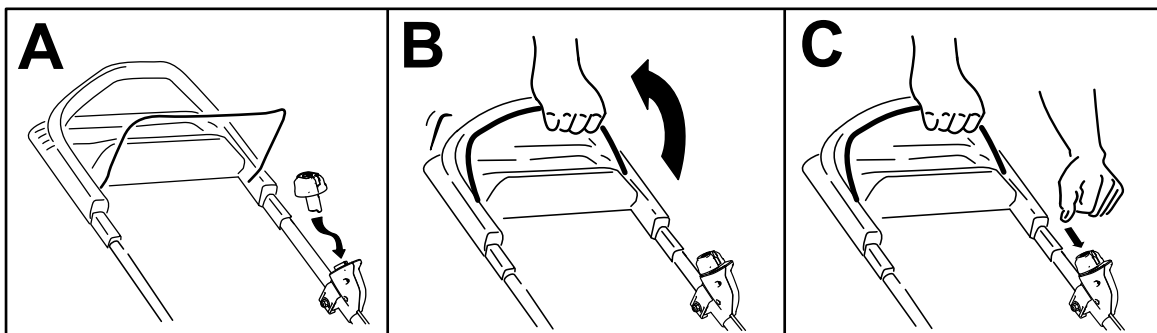

Рисунок 12
2. Вставьте кнопку электрического запуска в переключатель электрического запуска (вид А на Рисунок 12)
3. Потяните штангу управления ножом в направлении рукоятки и удерживайте ее (Рисунок 12).
4. Нажмите кнопку электрического запуска и держите нажатой, пока двигатель не запустится (вид С на Рисунок 12).